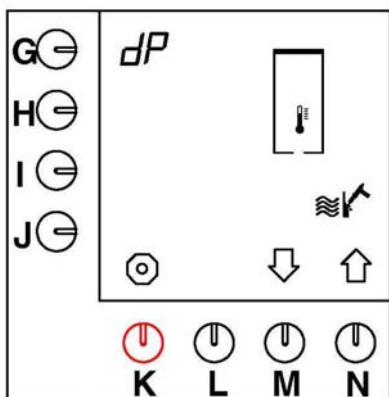
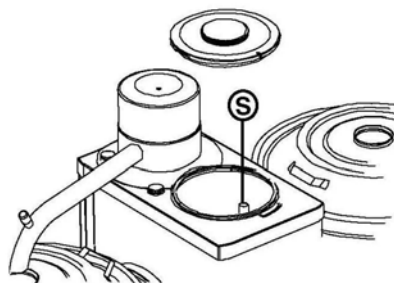

Fig. 21 Start av renseprogrammet, varmtvannssystemet
Fig. 22 Overstrømningsrør varmtvannssystem
- Hold inne den røde stoppknappen (K) og tast inn programmeringskoden.
- Når den røde stoppknappen nå slippes er du inne i programmeringen. Trykk 4 ganger på pil ned (M) ↓
- Renseprogrammet vises på displayet. (fig 21)
- Tykk på programmeringstasten (G). Symbolet **dP** begynner å blinke og enter symbolet ↵ vises over tast (L)
- Nivåfeltene blinker og maskinen piper. Dette indikerer at vannvarmeren må tømmes. Tøm den helt ved å trekke opp tømmerøret i vannvarmeren (fig 22) Bekreft at den er tom ved å trykke på enter tasten ↵.